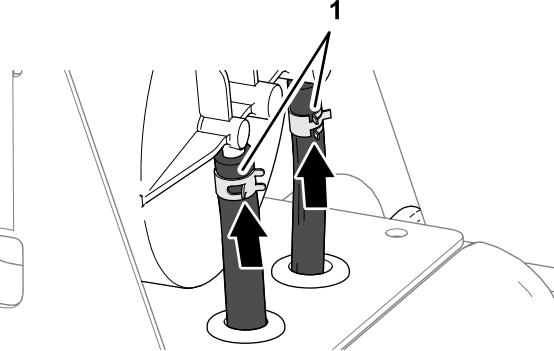

Figura 124
4. Sujete las mangueras a los acoplamientos con las abrazaderas (Figura 124)